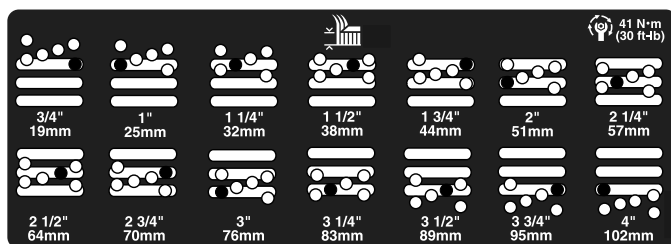

Bild 21
5. Stellen Sie die Kammer auf die gewünschte Schnitthöhe ein und setzen Sie das Distanzstück im gewünschten Schnitthöhenloch und -schlitz ein (Bild 21).